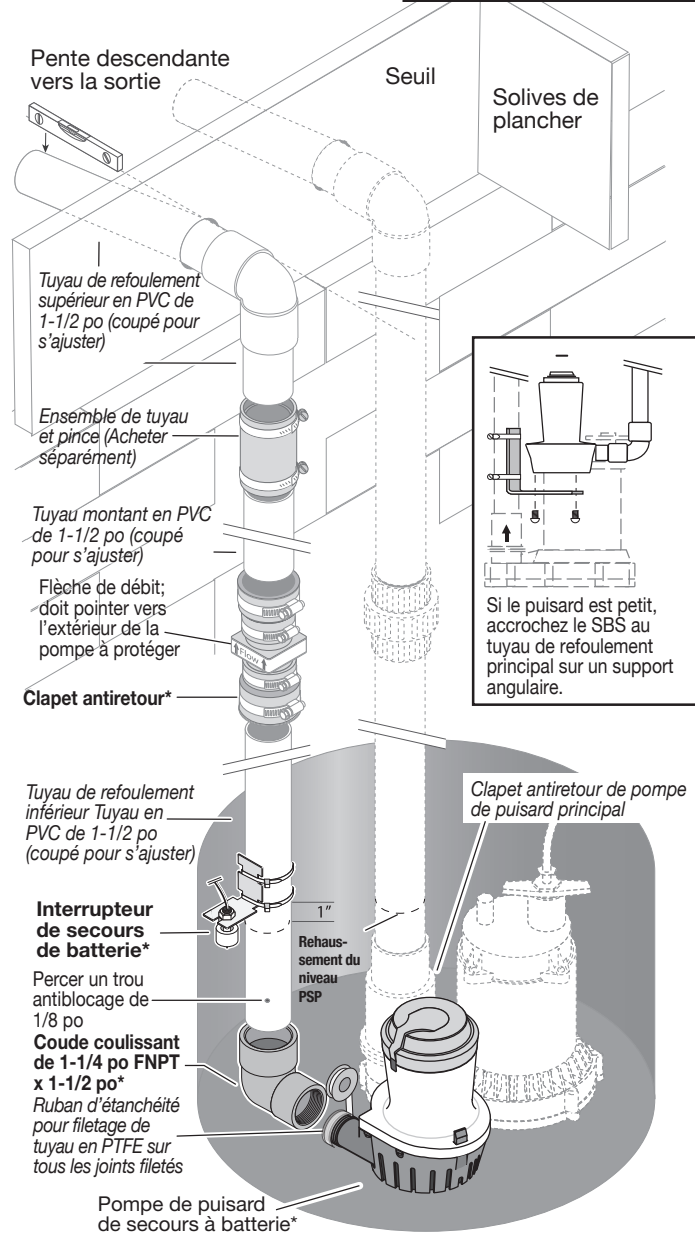

Figure 2 : Refoulement séparé - Installation typique
- ◆ Étudiez les pages 5 à 9 pour déterminer quelle méthode d'installation vous conviendra le mieux. L'installation d'un « refoulement séparé » (Figure 2) est recommandée.
Montez la pompe de secours sur le support angulaire (Figure 2).